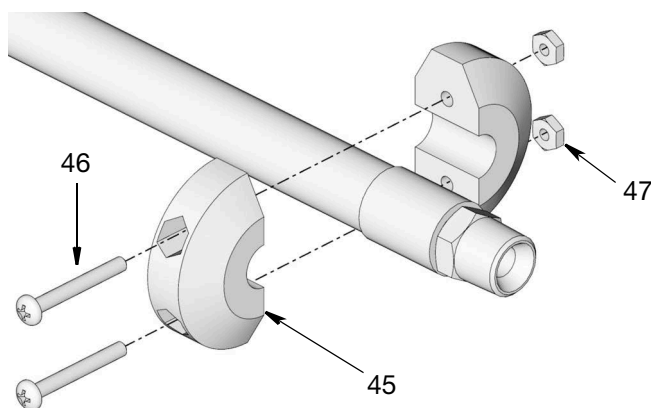

FIG. 7
5. Installare l'arresto a sfera (45) vicino all'estremità del flessibile utilizzando viti (46) e dadi (47). Stringere i dadi finché i bordi esterni dell'arresto non si toccano (FIG. 7).